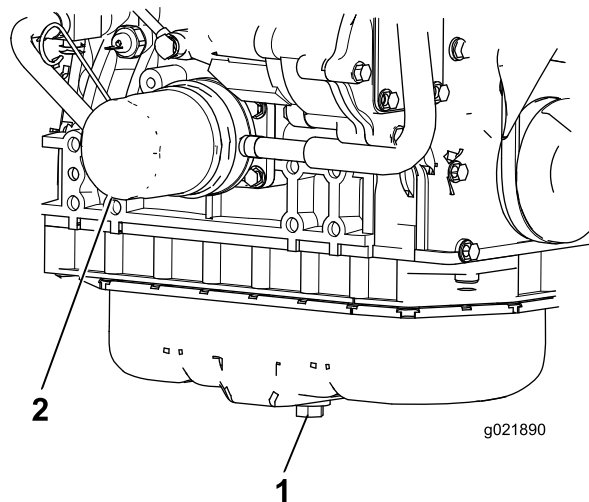

Figure 52
1. Retirez le bouchon de vidange (Figure 52) et laissez couler l'huile dans un bac de vidange. Remettez le bouchon en place lorsque la vidange d'huile est terminée.
2. Déposez le filtre à huile (Figure 52). Appliquez une fine couche d'huile propre sur le joint du filtre de rechange avant de le visser en place. **Ne serrez pas excessivement.**